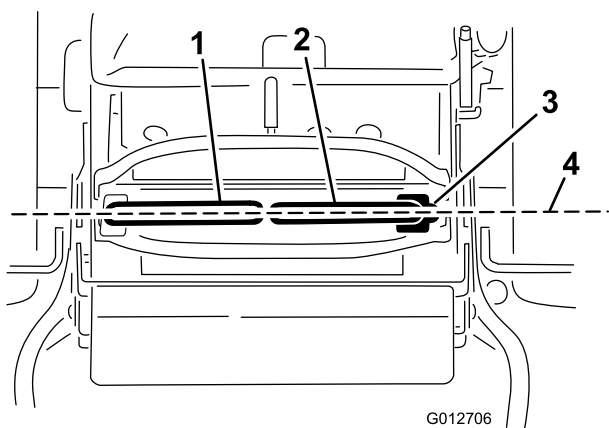

図 66
重要 走行コントロールレバーの調整を行った後は、走行状態を確認してください 図 66。
1. 水平調整が終わったら、両方の走行コントロールレバーを前方に少し押して各リンクの遊びをなくし、その状態で両レバーが前後に揃っているかどうかを点検する 図 66。